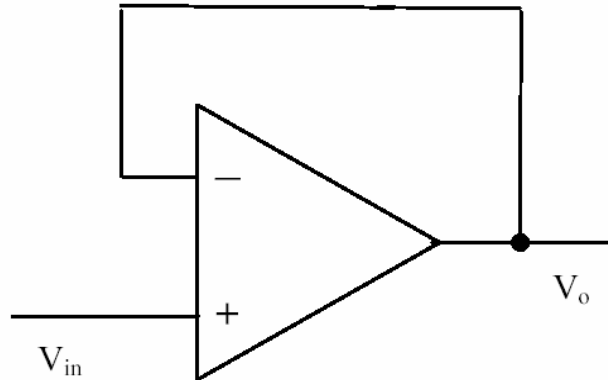

Рис. 17. Измерение скорости нарастания выходного напряжения
1. Реализуйте схему, изображенную на рис.17. Не забудьте подключить питание к ОУ.